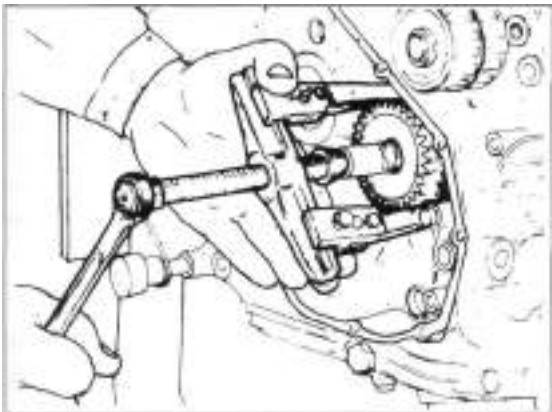

Bild 108
- Primärritzel mit Zweiarmabzieher vom Kurbelstumpf abziehen (Bild 108). Dabei zwischen Abdrückschraube und Kurbelstumpf ein dickes Alublech zwischenlegen, um Kurbelstumpf nicht zu beschädigen! Auf Verbleib des Wellenkeils achten.